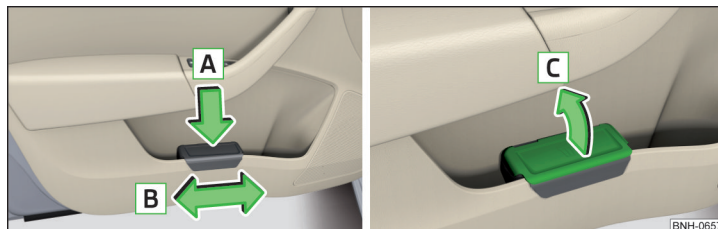

Abb. 81 Abfallbehälter: einsetzen und verschieben / öffnen
» Abb. 81.
- Den Abfallbehälter entgegen der Pfeilrichtung **A** herausnehmen » Abb. 81.
- Den Deckel in Pfeilrichtung **C** anheben » Abb. 81.